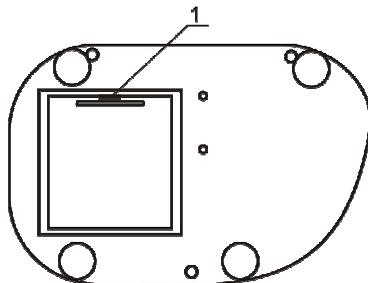

Fig.1 Pannello inferiore
- Inserire uno spillo piatto nel piccolo alloggiamento situato sul pannello inferiore dell'unità come indicato in fig. 1/1 e aprire il vano batterie.